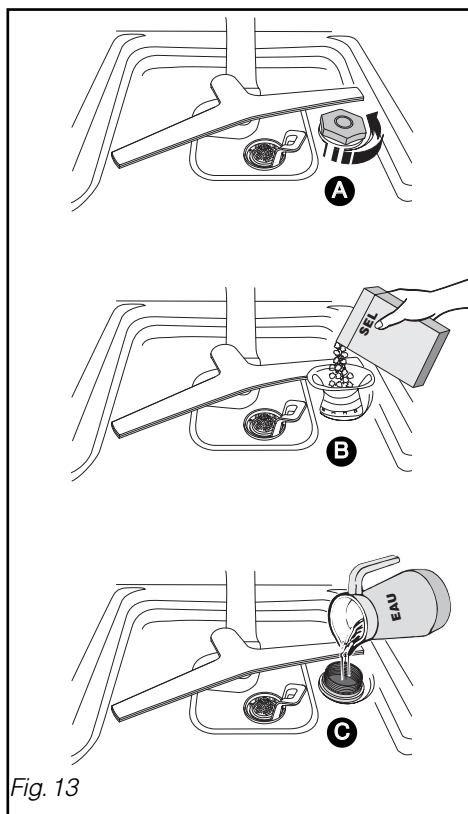

Fig. 13
• **O carregamento do sal regenerante (fig. 13)**